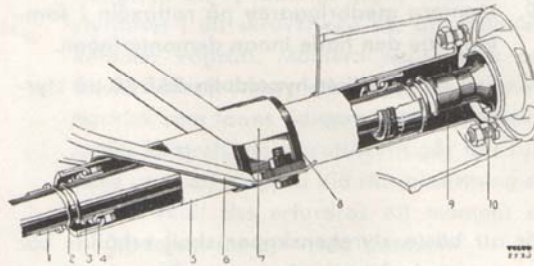

Bild 42. Rattaxellager, sen. utf., P 120.
- Kontrollera att gummibussningarna för rattörsfästena är felfria. Montera därefter rattörret och övriga detaljer i omvänd ordningsföljd mot demonteringen och så som framgår av bild 42 om det gäller sen. utf. Bussningarna i tid. utf. bestrykes med ett tunt lager kullagerfett. Drag rattmuttern med ett moment av 3,5–5,0 kgm (25–35 ft.lb.). Glöm ej att låsa den.